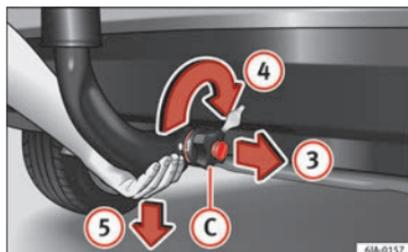

Abb. 202 Kugelkopfstange entriegeln
- Halten Sie die Kugelkopfstange von unten » » Abb. 202 und entnehmen Sie das Handrändelrad **C** mit der anderen Hand in Pfeilrichtung **3**.